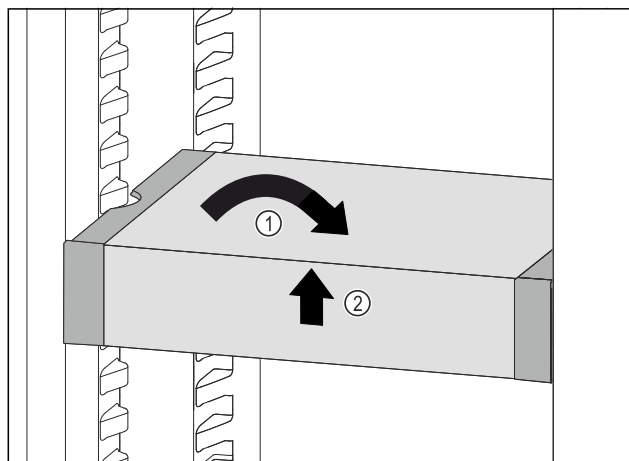

Fig. 124
- VarioSafe postavte rovně. Fig. 124 (1)
- VarioSafe vpředu zvedněte. Fig. 124 (2)